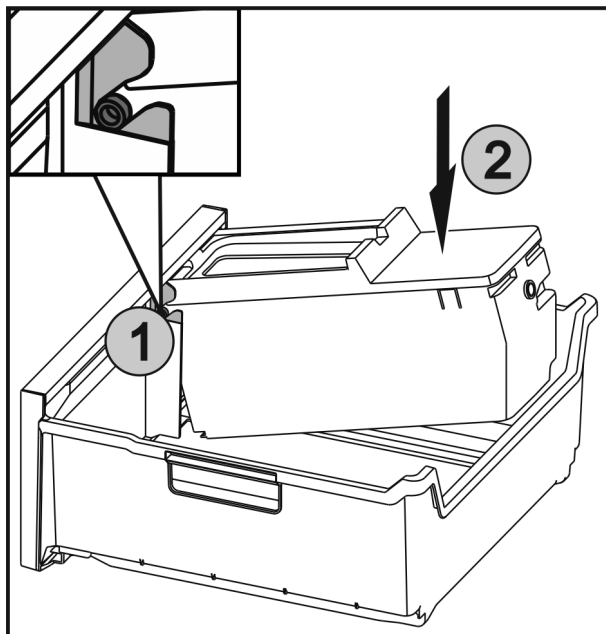

Fig. 50
- ▶ Zasuňte osy Fig. 50 (1) na EasyTwist-Ice do vedení a zatlačte zadní stranu Fig. 50 (2) tak, aby západka zaklapla.